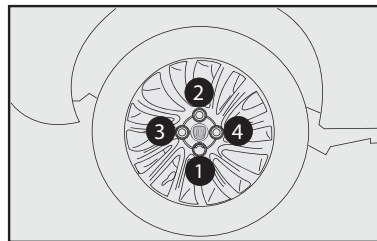

fig. 11
- 13) Apertar bem os parafusos, passando alternadamente de um parafuso ao outro diagonalmente oposto, de acordo com a ordem ilustrada na **fig. 11**.